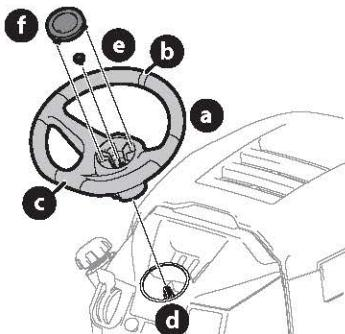

Figure 14
- Placez les roues de l'appareil de sorte qu'elles pointent vers l'avant, puis placez le volant de direction (a) sur l'arbre de direction (d) en vous assurant que la ligne au milieu (b) du volant (a) pointe vers l'avant et que la partie plate du volant (c) soit face vers le siège (Figure 14).
- Fixez le volant de direction (a) avec le boulon hexagonal (e) qui se trouve sous le capuchon (f). Serrez le boulon à un couple de 24-30 Nm (18 à 22 pi-lb) (Figure 14).
- Placez le couvercle du volant de direction (f) au centre du volant de direction (a) et poussez-le jusqu'à ce qu'il s'endenne (Figure 14).
**NOTE :** Un enduit frein est appliqué sur le boulon (e) qui fixe le volant de direction (a). Si vous retirez le boulon, il est recommandé d'appliquer de l'enduit frein ou de remplacer le boulon (e) (Figure 14).